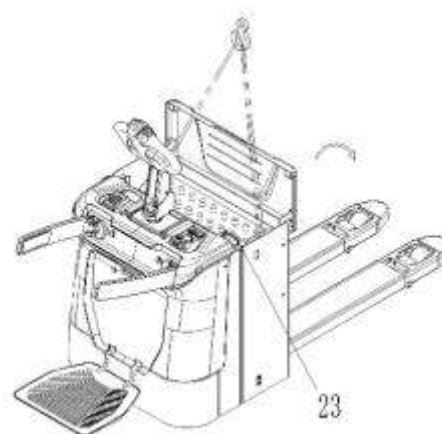

Рис. 11: Замена аккумулятора без боковой замены
Припарковать тележку в безопасной зоне, выключить его с помощью замкового выключателя или кнопки запуска, затем нажать аварийную кнопку (9). Открыть крышку аккумуляторного отсека, открутить фиксирующую пластину, снять крышку аккумуляторного отсека, отсоединить разъем АКБ (Рис.11) и аккуратно вытащить аккумулятор при помощи крана. Операция по установке аккумулятора происходит в обратном порядке.